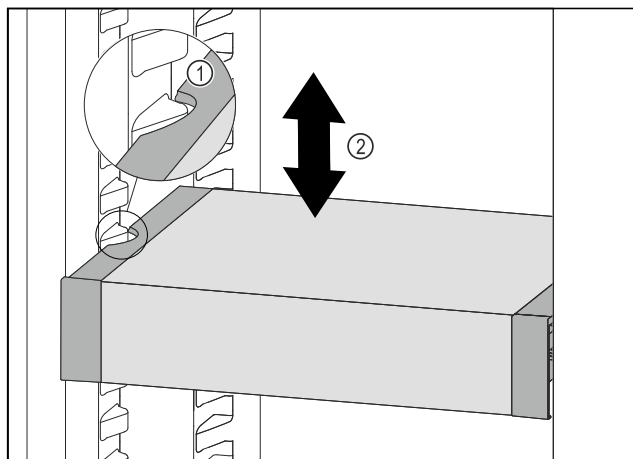

Fig. 133
- Trekk VarioSafe forover, til utsparingene på sidene av VarioSafe er på nivå med rillene i kjøleskapet. Fig. 133 (1)
- Flytt VarioSafe oppover eller nedover i kjøleskapet, til ønsket høyde er nådd. Fig. 133 (2)